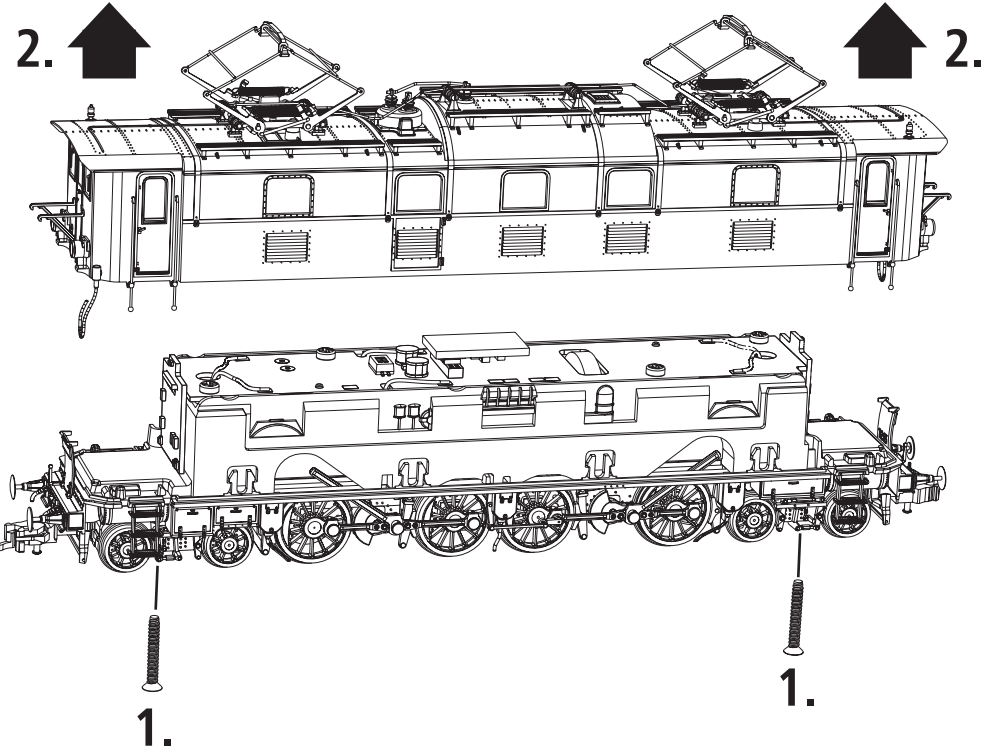

Fig. 2a
**Betriebsbedingungen:** Es empfiehlt sich, das Modell 30 Minuten vorwärts und 30 Minuten rückwärts ohne Belastung **einlaufen zu lassen**, damit Ihr Modell einen **optimalen Rundlauf** und **beste Zugkraft** bekommt. Der kleinste befahrbare Radius für dieses Modell ist **R2** des ROCO-Gleissystems (R2 = 358 mm). Die Lok ist mit **verschiebbaren Aufstiegsleitern** unter den Führerständen ausgestattet. Im Auslieferungszustand sind die Leitern an der inneren Position und es können damit nur Radien >R3 befahren werden. Die Leitern können in die äußere Position verschoben werden, damit sich Radien bis zu **R2** befahren lassen (Fig. 2a, 2b).
The locomotive is equipped with movable access ladders under the drivers' cabs. In delivery state, the ladders are at the inner position and only radii >**R3** can be driven. The ladders can be moved to the outer position so that radii up to **R2** (Fig. 2a, 2b) can be driven.
La locomotive est équipée d'échelles d'accès sous les cabines de conduite. À la livraison, elles sont en position intérieure et empêchent la locomotive de faire des virages dont le rayon est inférieur à **R3**. Lorsqu'elles sont mises en position extérieure, la machine peut faire des virages jusqu'à **R2** (Fig. 2a, 2b).